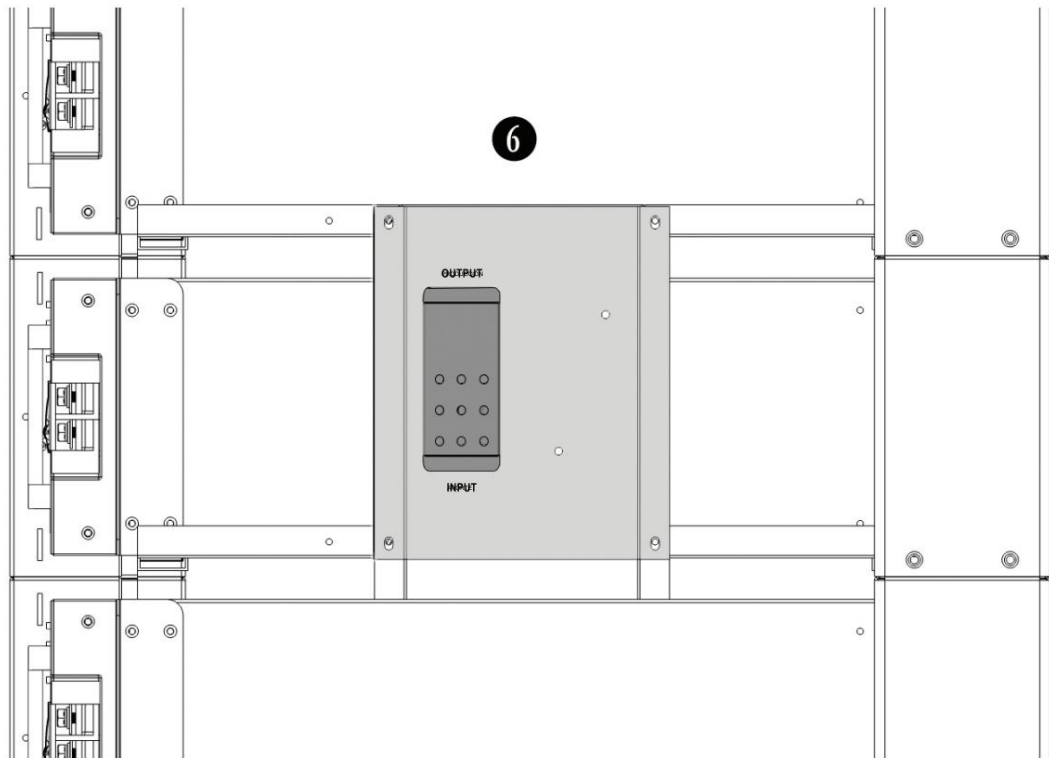

Figura 3.0
- 1.5 Cuando se hayan instalado todas las baterías, fije una caja combinadora G a la placa de montaje incluida con el puerto de salida único hacia arriba usando tornillos Philips semicirculares M4. Repita lo mismo para la segunda caja combinadora. Monte las cajas combinadoras en los lados izquierdo y derecho de las bandejas del gabinete usando los tornillos Philips semicirculares M4 suministrados, como se muestra a continuación en la Figura 3.0.